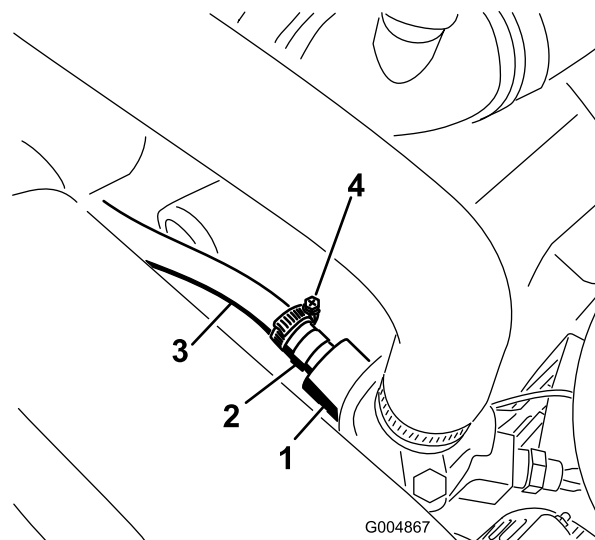

Figure 22
17. Posez le raccord adaptateur de flexible dans le boîtier de thermostat (Figure 22).
18. Branchez le flexible de 57 cm (22-1/2 po) au raccord adaptateur du boîtier de thermostat de moteur (Figure 22). Fixez le flexible au raccord adaptateur au moyen d'un collier. Acheminez le flexible sous le filtre à air, comme montré à la Figure 22. Placez un collier sur le flexible et branchez le flexible au raccord rapide (Figure 22). Ceci est le flexible de pression.
Remarque: Acheminez les flexibles à bonne distance des objets chauds, rotatifs ou coupants. Reliez les deux flexibles ensemble avec un serre-câble, comme montré à la Figure 22.